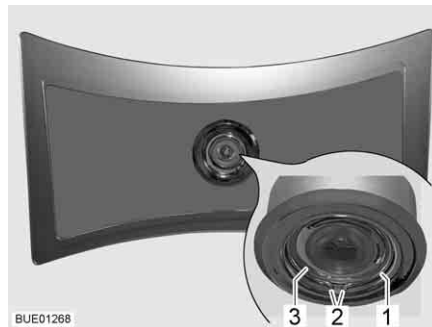

Fig. 236 Plafonnier
- Presser la rondelle élastique (Fig. 236,1) par ses deux extrémités (Fig. 236,2) et la retirer.
- Extraire le boîtier (Fig. 236,3) avec la DEL de la lampe.